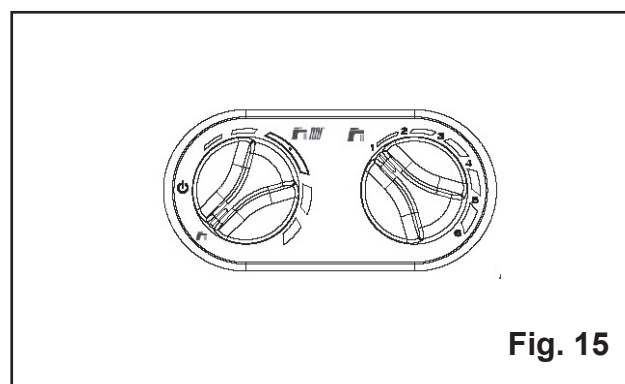

Fig. 15
- 将模式选择旋钮置于夏季位置 (  ) ( Fig.15 )；
## 12. 燃烧参数分析(Fig.15 – 16, Fig.20-21)